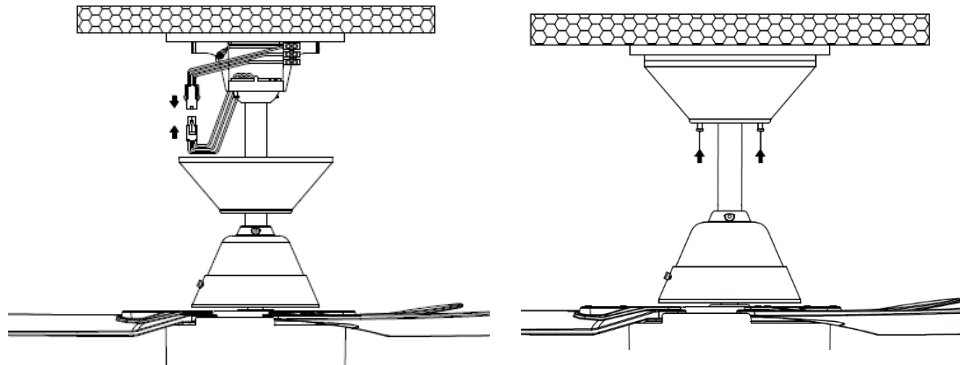

Fig. 8
- Couvrir le support de montage avec la voile. Assurer que tous les câblages électriques soient dans la voile et qui ne soient pas endommagés pendant cette procédure. Assurer la voile au support de suspension en utilisant les vis. Fig 8